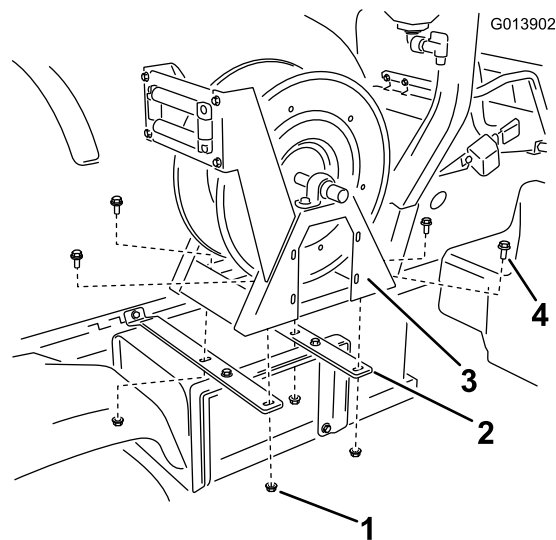

图10
5. 使用 4 个凸缘头螺栓 (3/8 x 1 英寸) 和 4 个凸缘螺母 (3/8 英寸) 将软管卷总成安装到软管卷箍带 (图10) 上。